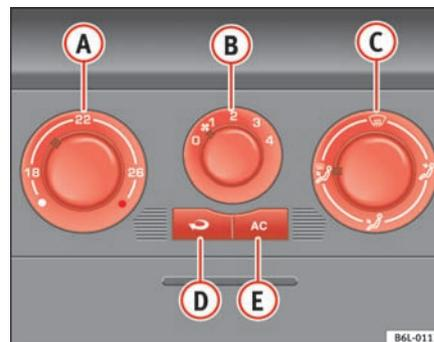

Fig. 93 Mandos del Aire Acondicionado en el tablero de instrumentos
- Con los reguladores ⇒ fig. 93 A y C y con el mando B se regula la temperatura, la velocidad del ventilador y la distribución del aire.
- Cierre los difusores ③.
- Abra y oriente los difusores ④ hacia las ventanas laterales.